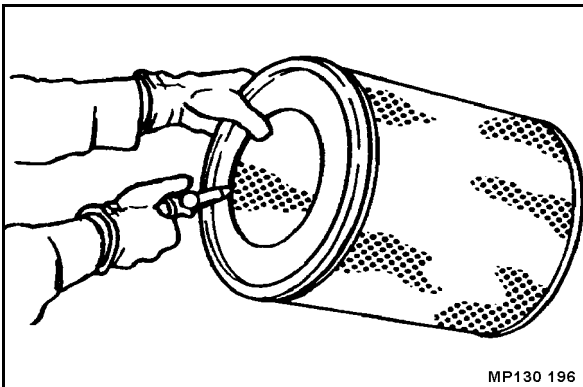

fig. 185
- Nettoyer le filtre à air en soufflant l'air comprimé sec (maxi. 5 bars, 70 psi) de l'intérieur vers l'extérieur par va-et-vient du tube fixé au pistolet jusqu'à ce que le filtre soit complètement propre (fig. 185).